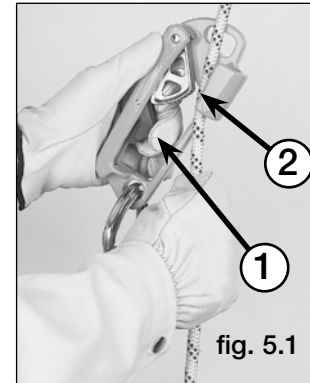

fig. 5.1
2. Ziehen Sie die Sicherheitsverriegelung (1) mit dem Mittel- oder Ringfinger vollständig zurück.
Ziehen Sie mit dem Daumen den Blockierhebel (2) zurück (Abb. 5.1).
**Achtung:** Öffnen Sie den Blockierhebel, (Abb. 5.1 (1) p.13), nicht so weit (verwenden Sie die Sicherungsraste, siehe Abb. 5.1 (2) p.13), dass das Seil aus dem Gerät springen kann.